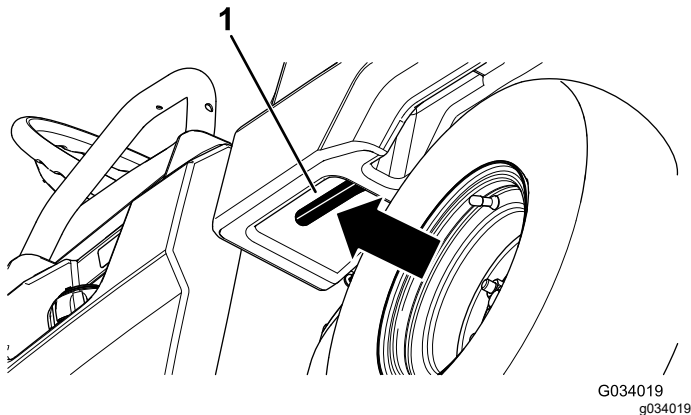

Bild 16
1. Ziehen Sie den Hebel an der linken Innenseite der Ladepritsche zu sich und heben Sie die Ladepritsche an (Bild 16).
1. Heben Sie den Riegel an, um die Ladepritsche etwas anzuheben (Bild 16).